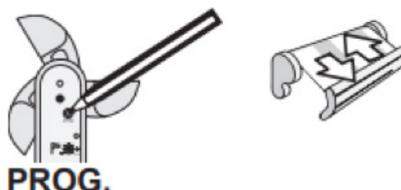

Imagen 52: Botón de programación del sensor viento y movimiento de subida y bajada de motores "iclack-clack!".
2. Una vez realizado dicho movimiento, pulsar el botón de programación (PROG) del sensor Viento **brevemente** hasta que el techo realice un movimiento de subida y bajada "iclack-clack!"(imagen 52).